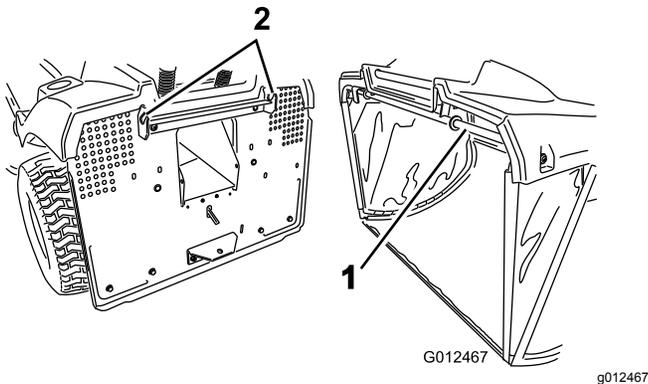

Bild 40
1. Hängen Sie die obere Stützleiste in die zwei Kerben in der Stützhalterung am Heck der Maschine ein (Bild 40).